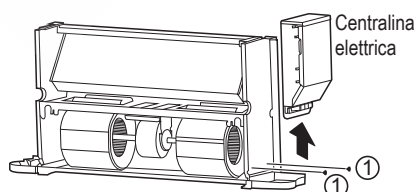

Figura 4-7 Rimozione della centralina elettrica
- f) Come mostrato in Figura 4-7, rimuovere le viti ① *2 per estrarre la centralina elettrica.